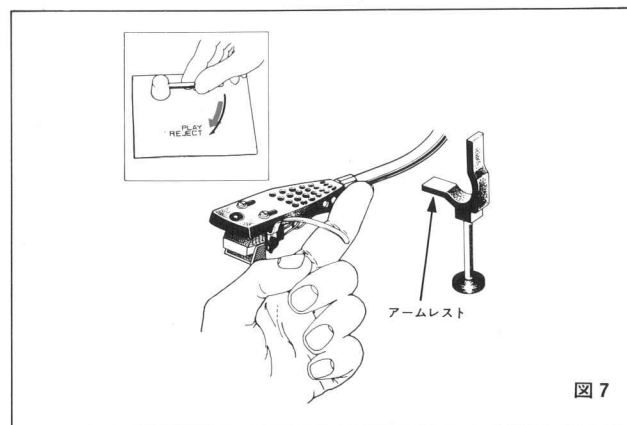

図 7
- ③ PLAYレバーを矢印の方向へ動かしますと、アームが降り始めます。この時カートリッジがプレーヤーボードに当たらない様シェルを指でささえて下さい。（図7）